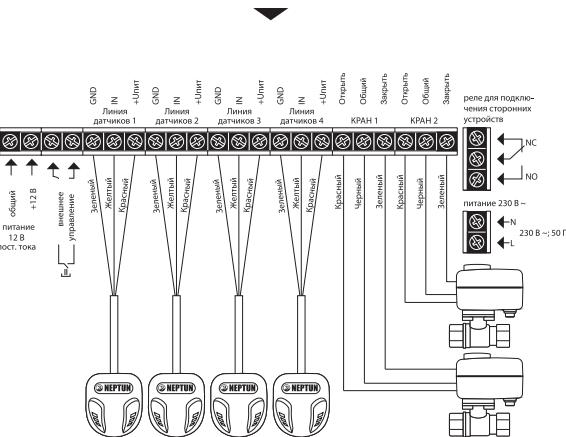

Рис. 3. Схема подключения кранов с электроприводом Neptun 12B к модулю управления Neptun Base Pro SE
Модуль управления Neptun Base Pro SE имеет (см.рис.3):
- К модулю управления Neptun Base Pro SE подвести фазу и ноль согласно схеме подключения (рис. 3), которая изображена на внутренней стороне крышки прибора.
- Выполните соединение проводов в соответствии со схемой подключения, в зависимости от того, какие шаровые краны с электроприводом вы используете (рис. 3). При необходимости, для ввода проводов в коммутационный отсек удалите пластиковую заглушку, расположенную в нижней части корпуса прибора при помощи отвертки.